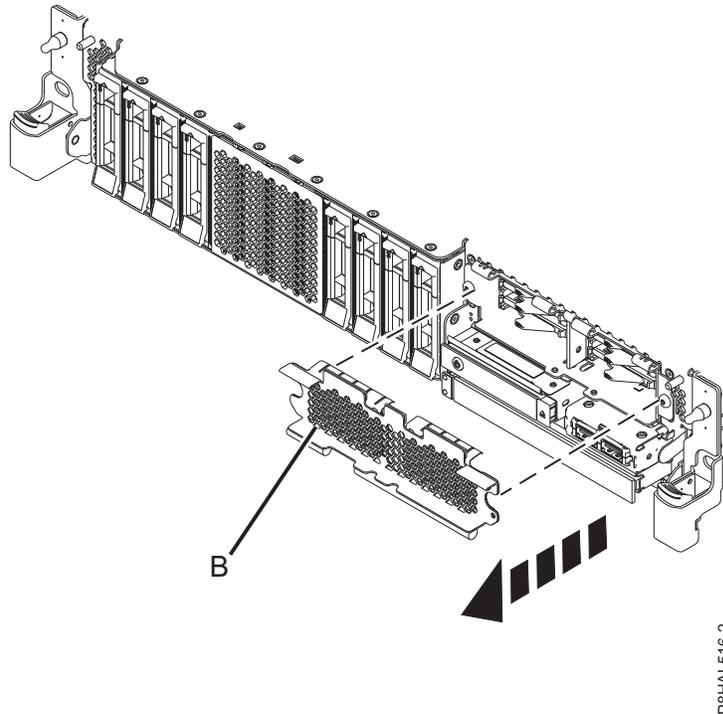

Abbildung 34. SSD-Gehäuseabdeckung für den Zugriff auf die SSD-Steckplätze in einem System mit erweiterten Funktionen abheben
14. Um auf die SSD-Steckplätze zuzugreifen, heben Sie die perforierte Platte (**B**) ab, die das SSD-Gehäuse abdeckt, wie in Abb. 34 auf Seite 38 dargestellt.